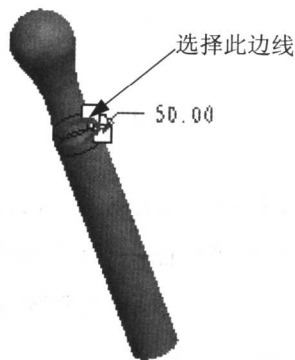
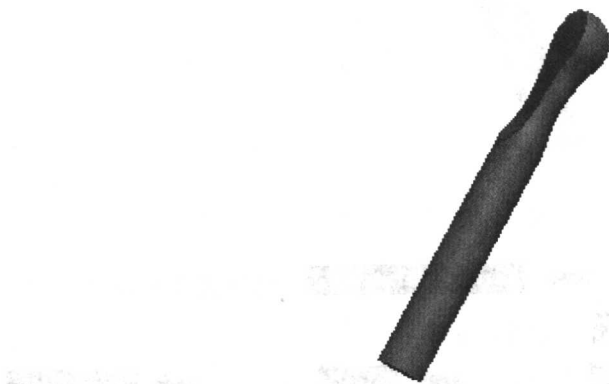

图 1.1.4
图 1.1.5
Step3. 创建如图 1.1.4 所示的圆角。
- (2) 在模型上选择图 1.1.4 所示的边线。
- (3) 给出圆角的半径值：在操控板中的圆角半径文本框中输入 50，并按回车键。
- (4) 预览特征：在操控板中，单击预览图标，可浏览所创建的圆角特征。
- (5) 完成特征：在操控板中，单击完成图标，则完成特征的创建。
Step4. 添加如图 1.1.5 所示的零件特征——切削特征，相关操作如下。